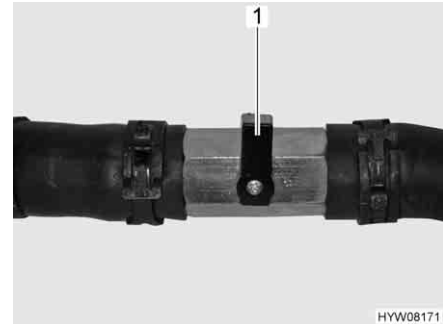

Bild 187 Avstängningsventilen stängd
- Ställ avstängningsventilens spak (Bild 187,1) vinkelrätt mot röret.